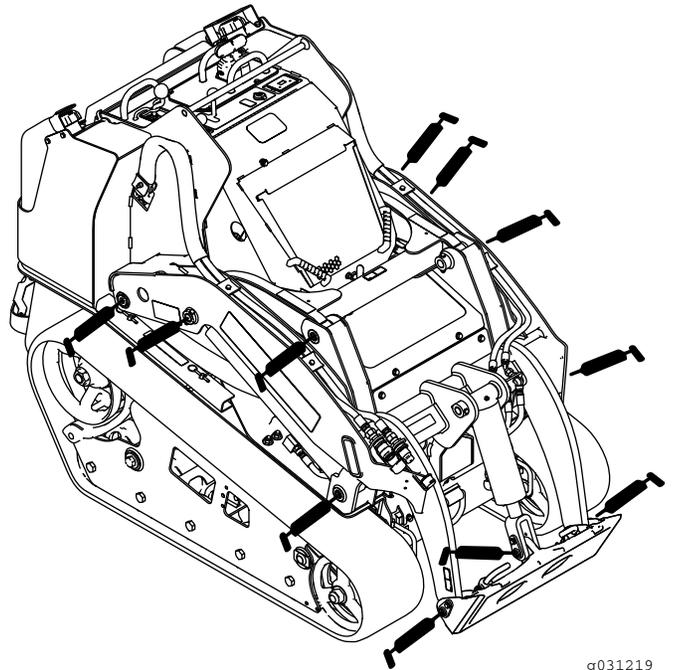
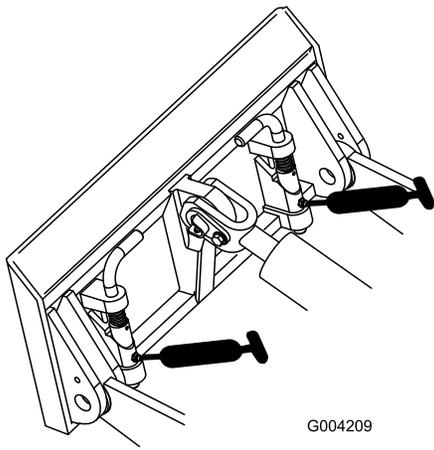
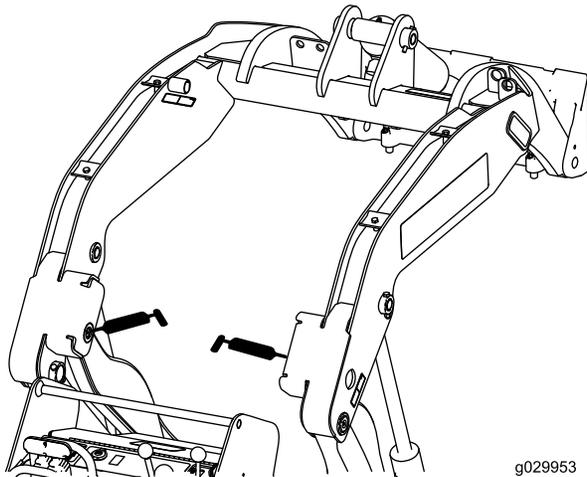

Bild 44
Bild 45
Bild 46
3. Setzen Sie eine Fettpresse an allen Nippeln an (Bild 44, Bild 45 und Bild 46).
Hinweis: Heben Sie die Hubarme an, bevor Sie die Schmiernippel in Bild 46 einfetten.